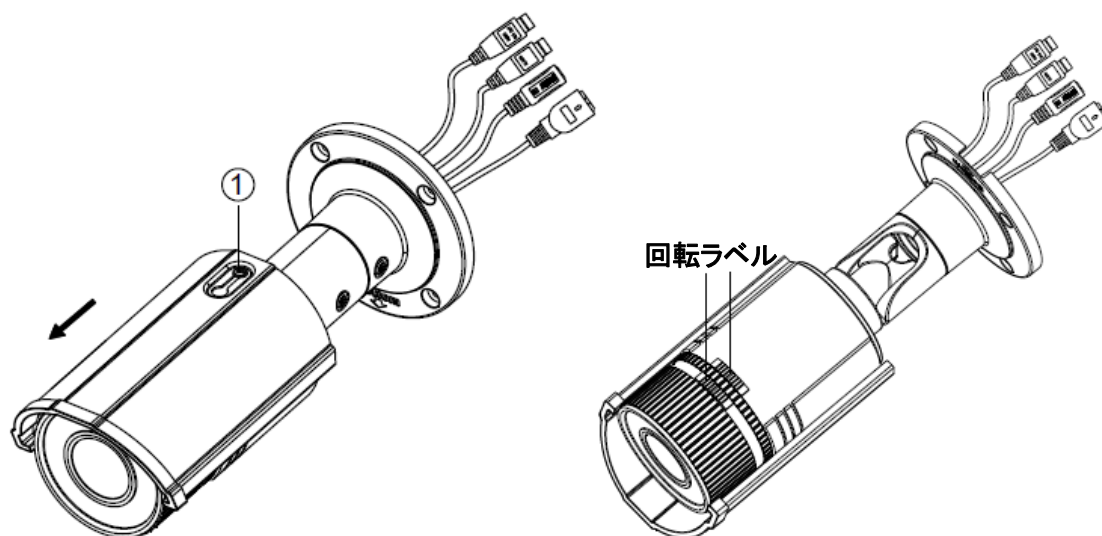

図 4-27 カメラの組み立て
6. 図 4-27(左)に示すように、サンシールドを矢印の方向にスライドさせます。
フロントカバーを時計回りに回すときは、防水のため、フロントカバーの回転ラベルをカメラの回転ラベルと合わせてください。図 4-27(右)を参照してください。